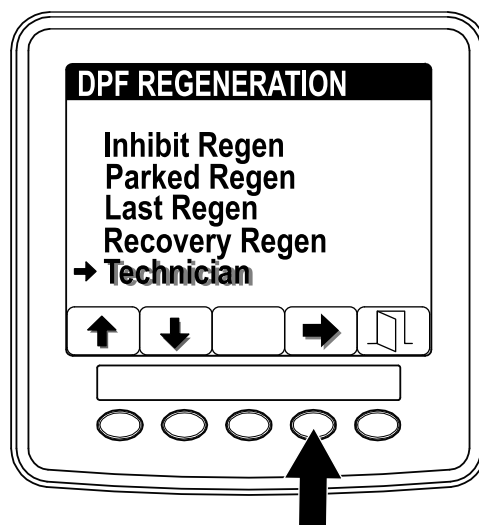

Figura 38
1. Aceda ao menu de regeneração do DPF e pressione o botão 1 ou 2 para se deslocar para baixo para a opção TÉCNICO (Figura 38).
2. Pressione o botão 4 para selecionar a entrada (Figura 38)